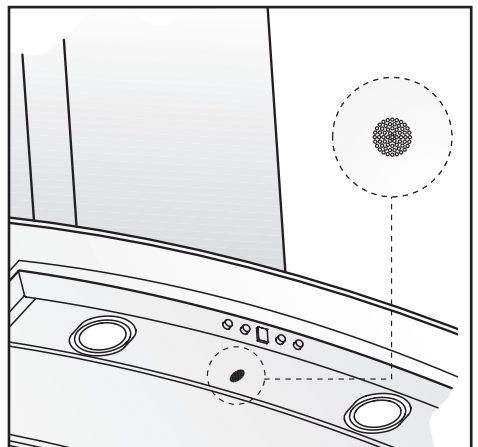

Fig.20
**Funzione aspirazione automatica:** Questa funzione permette all'apparecchio di modificare automaticamente la potenza di aspirazione del motore a seconda della qualità dell'aria sottostante. Questo può avvenire grazie al sensore posizionato nella parte inferiore della cappa (Fig.20).